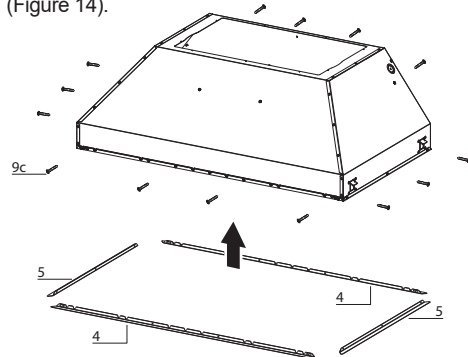

FIGURE 14
2. Retirez la protection blanche de plastique et installez les 4 pièces de garniture des côtés (4-5) sur l'extérieur de la hotte à l'aide des 14 vis (9c). Consultez le schéma d'installation des gouttières latérales à la (Figure 14).